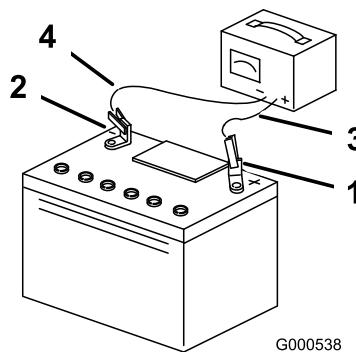

Bild 48
3. Ziehen Sie, wenn die Batterie voll geladen ist, den Stecker des Ladegeräts aus der Dose. Klemmen Sie dann die Klemmen des Ladegeräts von den Batteriepolen ab (Bild 48).